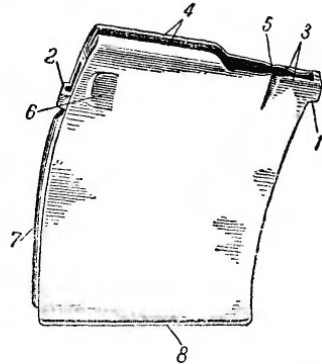

Рис. 41. Коробка магазина:
**42. Коробка магазина** (рис. 41) служит для помещения подающего механизма и патронов. Она имеет: передний выступ, заходящий за уступ передней стенки окна ствольной коробки при постановке магазина; задний выступ для защелки магазина; передние загибы для ограничения подъема подавателя; загнутое крылья для удержания и направления